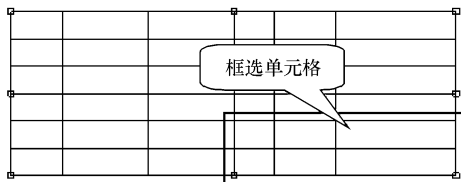

图 10-27 选择单元格
(14) 框选右下角的 6 个单元格, 使之呈红色加亮显示, 如图 10-27 所示。